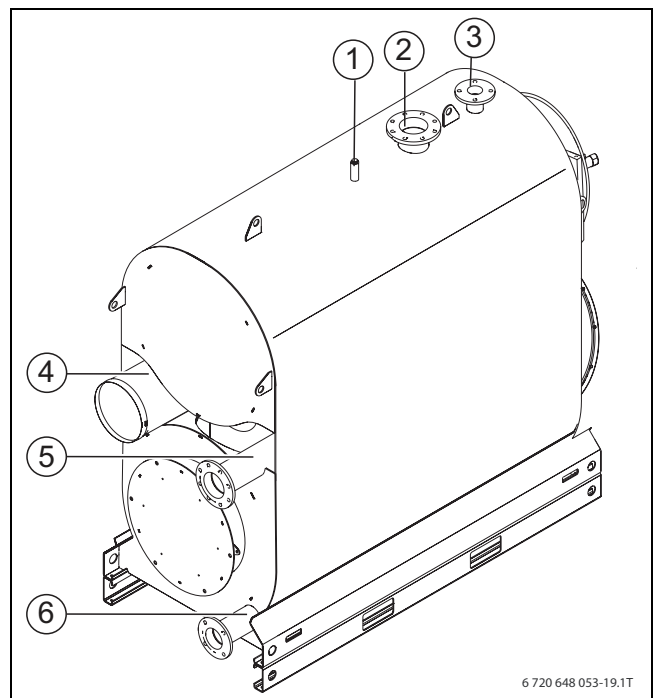

Рис. 12 Подключение котла
- ▶ Подсоедините предохранительный клапан к штуцеру подключения предохранительной подающей линии (VSL) (→ рис. 12, [3], стр. 26).